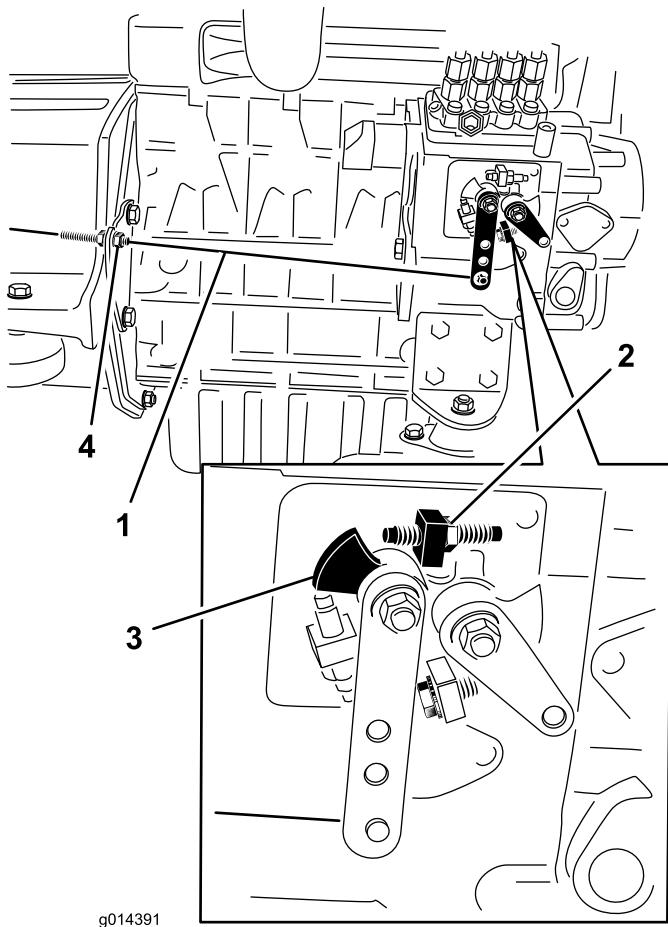

Figure 35
2. Vérifiez la position du levier de commande de régime sur la pompe d'injection du moteur. Le levier de commande de régime doit toucher la vis de haut régime lorsque la commande d'accélérateur est en position haut régime (verrouillage) (Figure 35).
3. La position des écrous de blocage du câble de commande d'accélérateur peut être ajustée au besoin jusqu'à ce que le levier de commande de régime touche la vis de haut régime lorsque le levier est en position haut régime (verrouillage) (Figure 35). **Ne réglez pas la vis de haut régime sur le levier de commande de régime.**